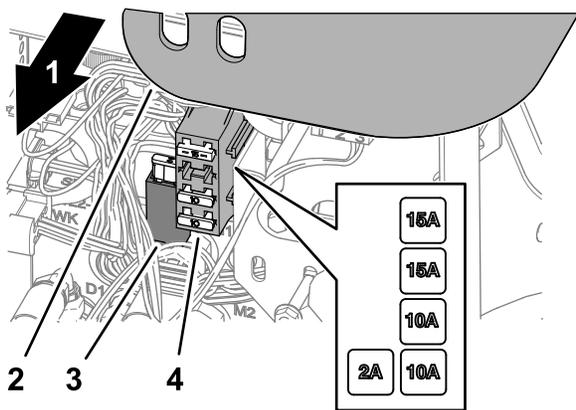

Figura 79
2. Levante a cobertura do braço de controlo (Figura 79).
3. Localize o fusível queimado no suporte de fusíveis ou bloco de fusíveis (Figura 79).
5. Monte a cobertura no braço de controle (Figura 79).